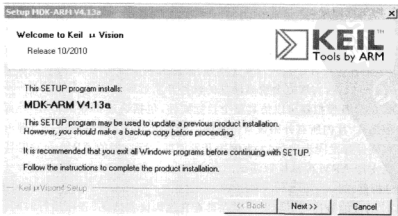

图 4.4.1 开始安装 Keil MDK
① 双击安装图标后,首先看到欢迎界面,如图 4.4.1 所示。